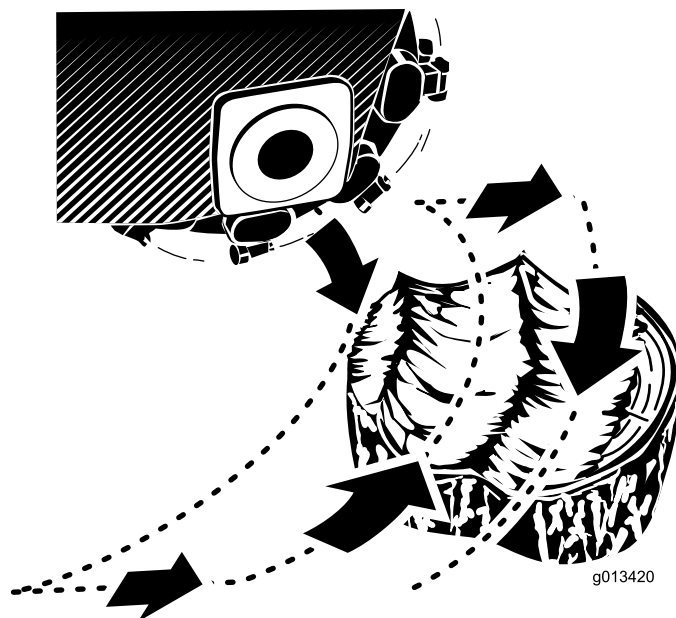

Figura 18
2. Utilizzate la leva di comando del fresa ceppi e il comando della trazione per posizionare il fresa ceppi sul lato della parte anteriore del ceppo, circa 2,5 cm sotto la superficie (Figura 18).
4. Utilizzate la leva di comando per spostare lentamente il fresa ceppi attraverso la parte anteriore del ceppo, provocando una miriade di trucioli (Figura 18).
5. Spostate la macchina di pochi centimetri e ripetete il passaggio 4 (Figura 18).
6. Ripetete i passaggi da 4 a 5 fino a tagliare interamente la parte del ceppo (Figura 18).